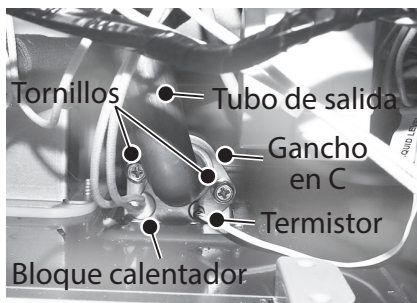

Figura 25 - Retiro del gancho en C y los tornillos
- 17** Ubique el gancho en C que fija el bloque calentador B2 a la tubería de salida de agua caliente. Retire los dos tornillos que fijan el gancho en C. Deje los tornillos y el gancho en C a un lado en un lugar seguro para volver a instalarlos. Consulte la Figura 25.